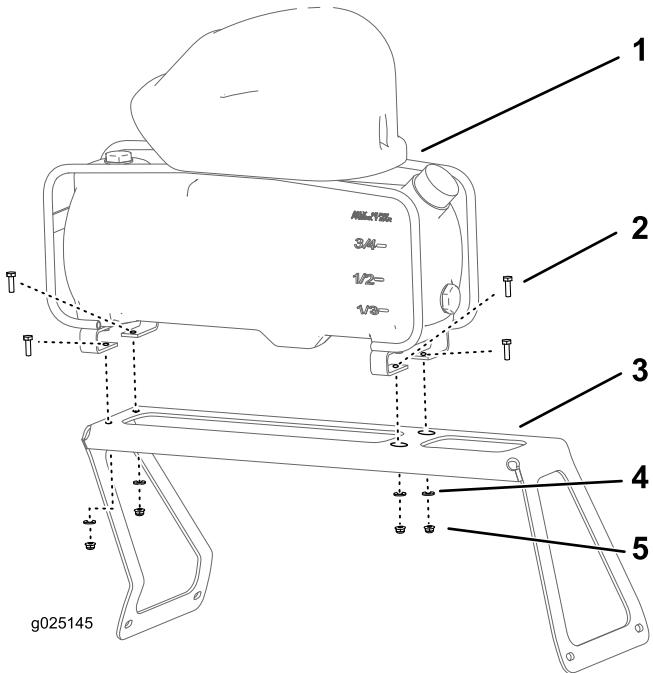

Bild 3
- Flüchten Sie den Behälter des Schaummarkierers und den Kompressor mit den Befestigungshalterungen aus, wie in Bild 3 abgebildet.
- Befestigen Sie den Behälter und den Kompressor mit vier Schrauben (1/4" x 7/8"), vier Scheiben (1/4") und vier Sicherungsbundmuttern (1/4") an der Halterung (Bild 3).